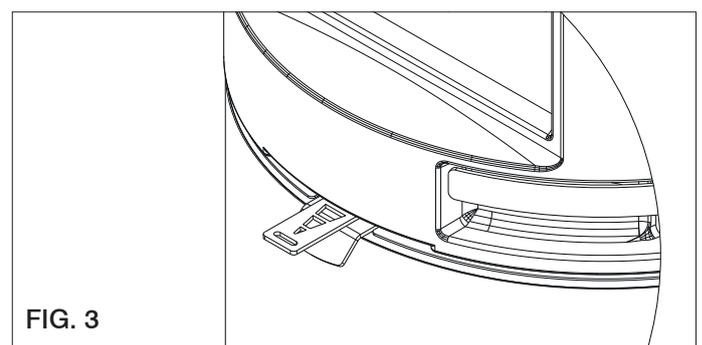

FIG. 3
- Position "Allumage"/puissance max (fig. 3)